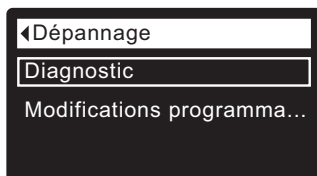

FIG. 89
2. Pour voir l'écran de diagnostic à partir d'un écran d'état dynamique (lorsqu'un code d'erreur n'est pas affiché), appuyez sur le sélecteur (O) pour ouvrir le **Menu principal**.
4. Appuyez sur le sélecteur (O) pour afficher le menu des Fonctions avancées.
6. Appuyez sur le sélecteur (O) pour afficher le menu Dépannage (cf. Figure 89).
1. À partir d'un écran d'état dynamique, appuyez sur le sélecteur (O) pour afficher le **Menu principal**.
3. Appuyez sur le sélecteur (O) pour afficher le menu des Fonctions avancées.
5. Appuyez sur le sélecteur (O) pour afficher le menu Dépannage (cf. Figure 89).
- **Annuler** vous fait revenir au menu de dépannage (Figure 89).
9. Appuyez sur le sélecteur (O).